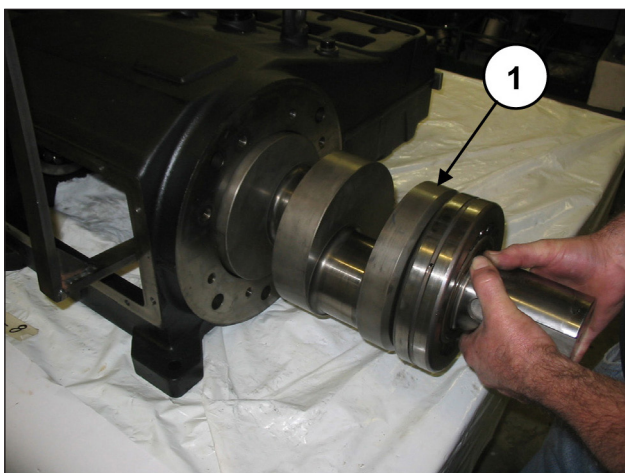
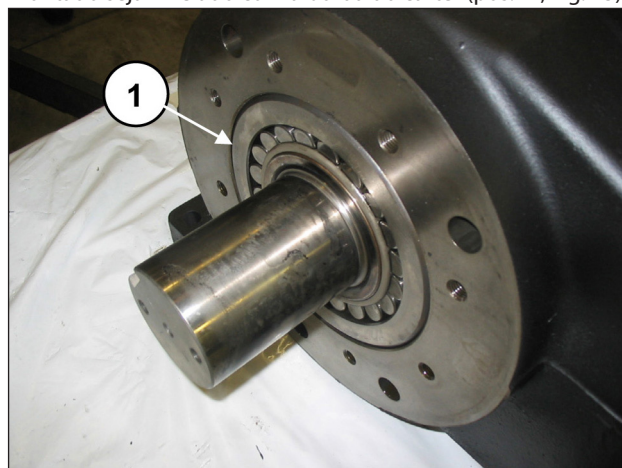

Fig. 29
Fig. 43
Extraia o eixo e o rolamento (pos. ①, Fig. 29).
Insira o eixo (pos. ①, Fig. 29), até que o rolamento pré-montado seja nivelado com a borda do carter (pos. ①, Fig. 43).